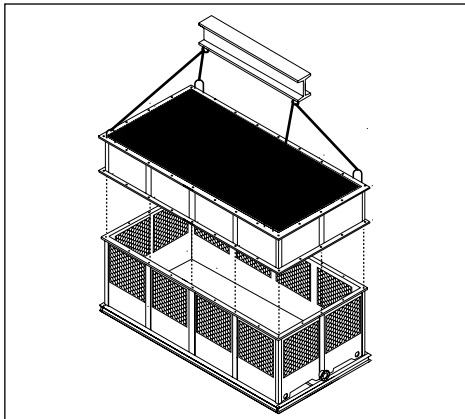

Figura A-18: Instalación de la sección inferior del cuerpo en una torre de dos ventiladores (RT-D)
- J. Sólo si su torre es un modelo RT-D o RTP-D;** este modelo incluye una parte adicional al cuerpo llamada Sección Inferior del Cuerpo. Coloque la sección inferior del cuerpo encima de la cisterna, luego atornille y asegure la brida horizontal con la tornillería de acero inoxidable suministrada por REYMSA (ver Figura A-18).